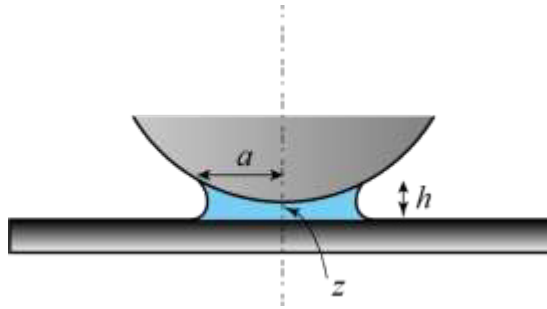

Figure 10 : Ménisque entre un plan et une sphère. On note  $D$  la distance entre l'apex de la sphère et le plan et  $h$ , la hauteur du ménisque
41. On admet qu'un ménisque s'est spontanément condensé entre la sphère et le plan quand la sphère et le plan se sont approchés en dessous d'une distance typique de 5 nm déterminée expérimentalement sur la figure 8 et qu'on a représenté sur la figure 10. On se place dans le cas où  $z \ll R$ . On suppose que  $h$  est à peu près constant au cours du déplacement de la sphère, pour des déplacements infinitésimaux.